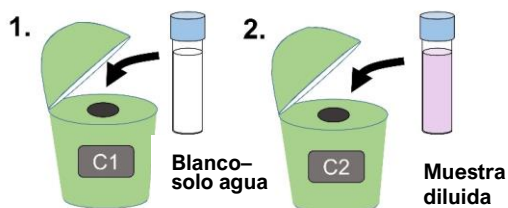

Figura 4. Lectura de la muestra reaccionado con la muestra del suelo.
9. Para cada lectura, realice el procedimiento que se muestra en la figura 4 y 5: